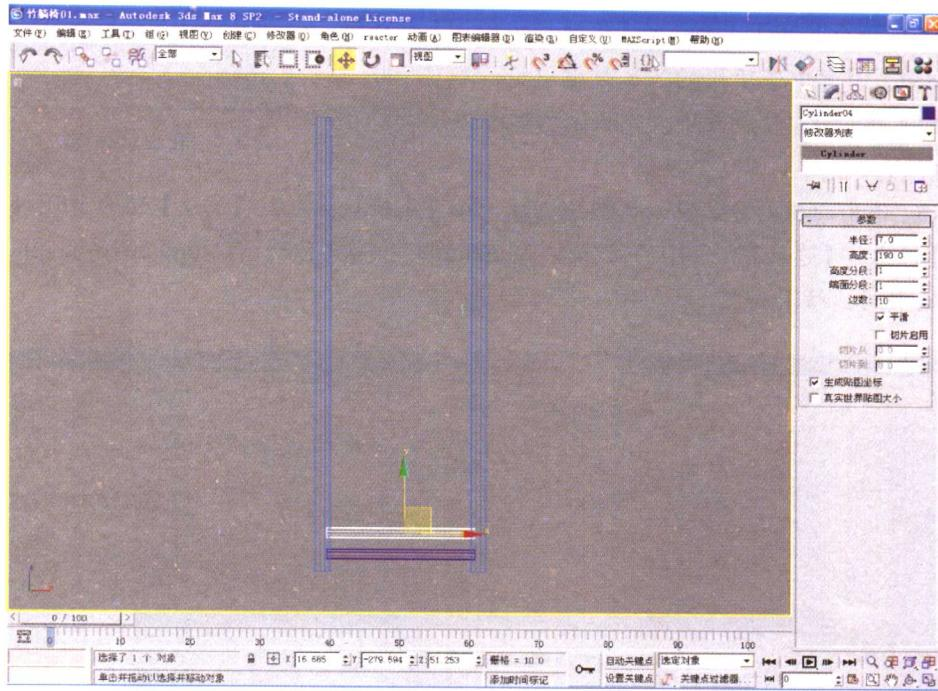

图 1-6 复制并移动圆柱体
(5) 在前视图中，按住Shift键并单击圆柱体Cylinder03，在弹出的【克隆选项】对话框中选取【实例】选项，然后单击【确定】按钮，复制出一个新的圆柱体Cylinder04。紧接着在主工具栏中右击【选择并移动】按钮 \diamond ，在弹出的【移动变换输入】对话框【偏移：屏幕】选项组的Y参数框中输入数值28，按回车键确定，使Cylinder04沿Y轴向上移动28个单位，结果如图1-6所示。